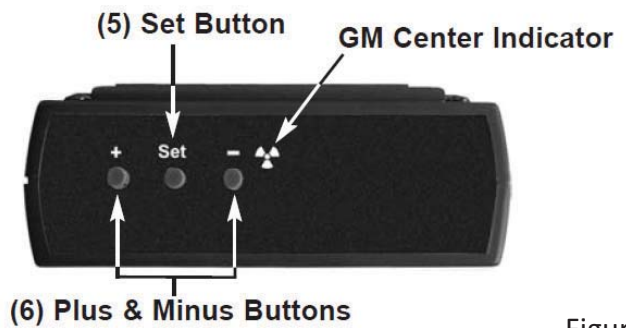

Figure 3
Das LCD verfügt über unterschiedliche Anzeigen in Abhängigkeit der verschiedenen Betriebsarten, der Funktionen und des Batteriezustandes, siehe Abb. 3. Seite 5.
Set –Taste Figure 3 (5)
+/- Taster Figure 3 (6)
Zum Einschalten des InspectorUSB, mit dem Betriebsartenschalter (2) den jeweiligen Betriebsmodus auswählen und mit dem EIN/AUS/Audio Schalter (3) und der Auswahl ON (Ein) oder AUDIO den InspectorUSB einschalten. Der InspectorUSB beginnt mit einer 6 sekündigen Systemprüfung. Alle Zeichen und Zahlen werden auf dem Display dargestellt, s. Abb.3. Nach der Systemprüfung wird der Strahlungspegel in der angewählten Betriebsart angezeigt. Ca. 30 Sekunden nach dem Start zeigt ein kurzer Piepton an, dass ausreichend Informationen vorliegen um einen statistisch gesicherten Wert anzuzeigen.